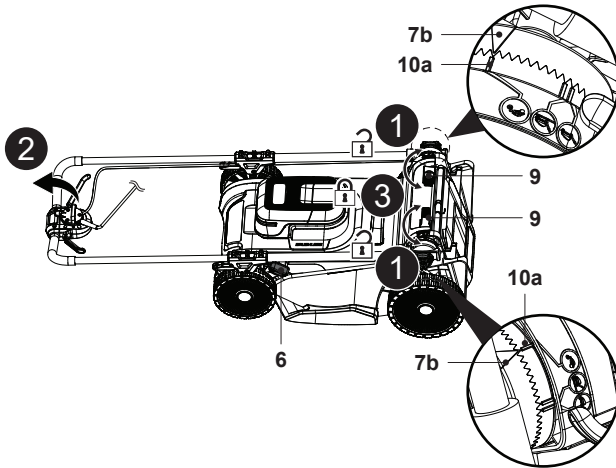

Fig. 21
- Retirer le bac de ramassage (8)/l'obturateur mulching (24).
- Régler le levier de réglage de la hauteur de coupe (13) sur la position la plus basse.
- Desserrer les deux leviers de serrage (9), puis replier complètement l'ensemble de guidon (Fig. 21, étapes 1, 2).
- Fixer les raccords en verrouillant les deux leviers de serrage (9) et s'assurer que le triangle de repère (7b) est aligné sur l'indicateur de stationnement (10a) afin d'éviter toute dispersion (Fig. 21, étape 3).